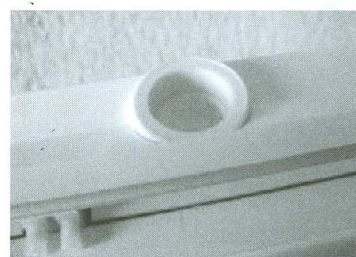

Рис. 2
- 4.3. Вставить конусообразный проходной изолятор в отверстие в корпусе светильника (см. рис. 2).